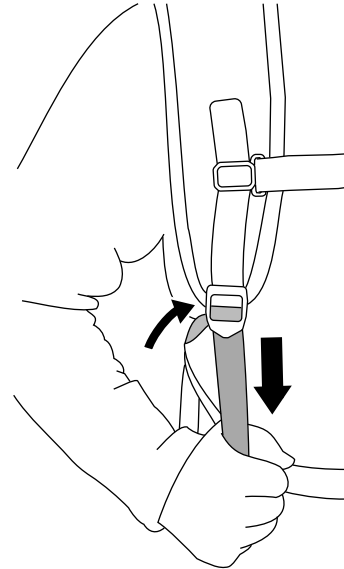

Bild 11
4. Ziehen Sie die Einstellvorrichtung für die Schultergurte nach unten, bis die Gurte straff sitzen (Bild 11).